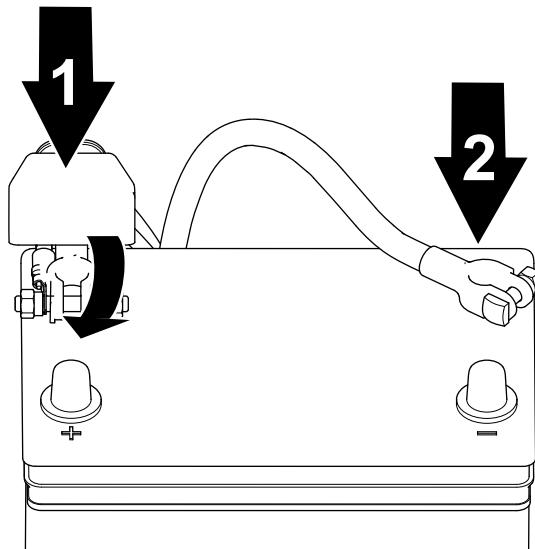

Figura 40
2. Collegate il cavo positivo alla batteria e serrate il dado della fascetta della batteria (Figura 40).